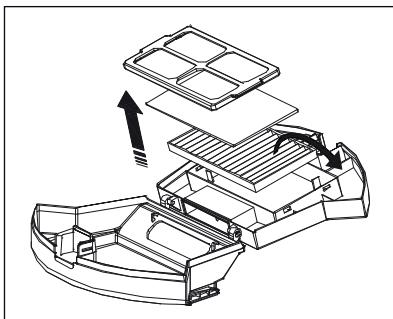

Fig. 10
- 4) Agarre las dos pestañas del filtro y levántelo para retirarlo del compartimento del filtro EPA 7. Tire del filtro EPA 7 y del filtro de gomaespuma por la pestaña para retirarlos del compartimento (consulte la fig. 10).